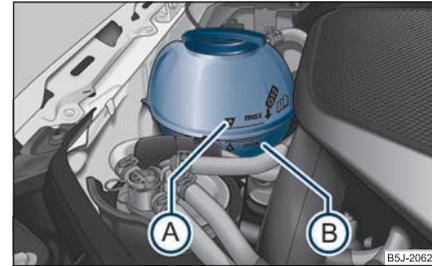

Abb. 183 Motorraum: Kühlmittel-Ausgleichbehälter
- Prüfen Sie den Kühlmittelstand am Kühlmittel-Ausgleichbehälter  $\Rightarrow$  Abb. 183. Der Kühlmittelstand muss bei kaltem Motor zwischen den Markierungen „MIN“ (B) und „MAX“ (A) liegen. Bei warmem Motor kann er auch etwas über der Markierung „MAX“ liegen.
- Legen Sie einen Lappen auf den Verschlussdeckel des Kühlmittel-Ausgleichbehälters ⇒ Seite 189, Abb. 183 und schrauben Sie den Deckel **vorsichtig** links herum ab ⇒ .